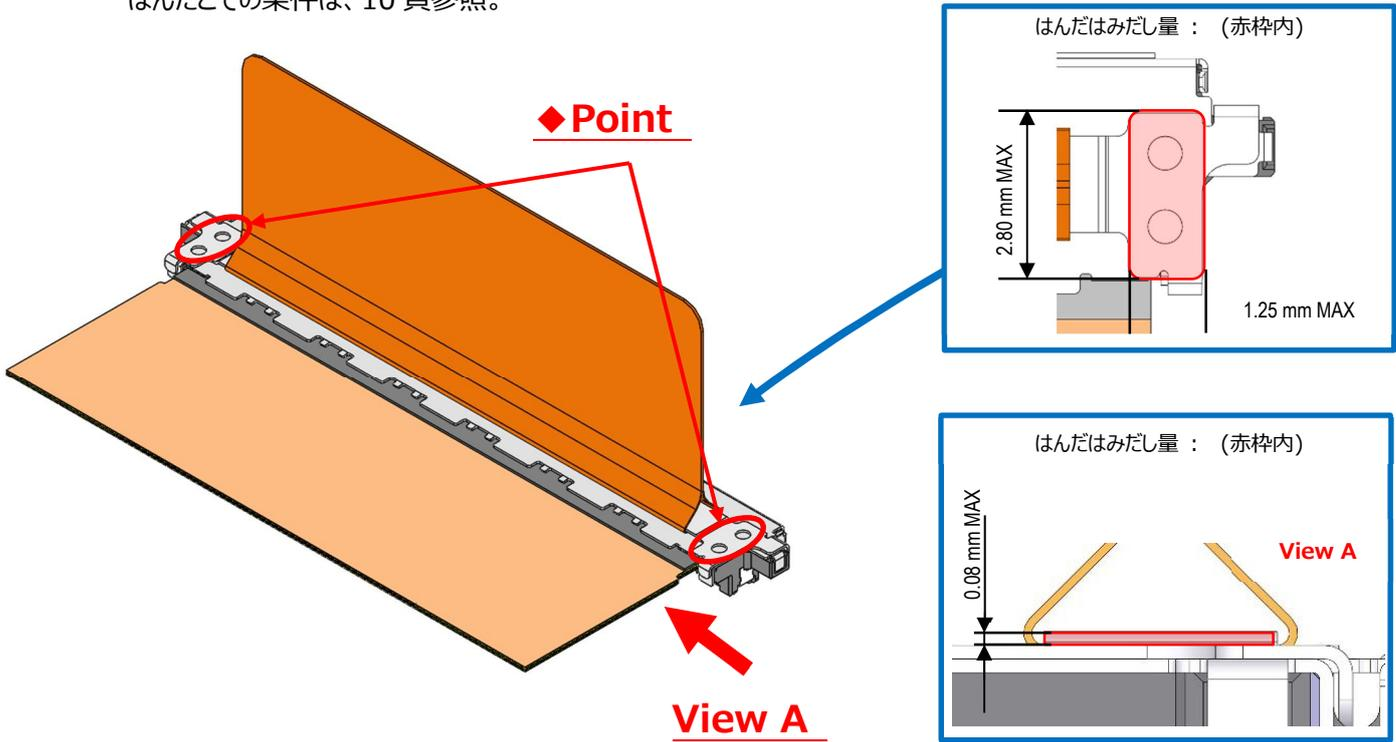

図.23 Pull Tape Holder はんだ付け
- ④ Pull tape holder と shell-A をはんだこてにてはんだ付けする。(図.23◆部)